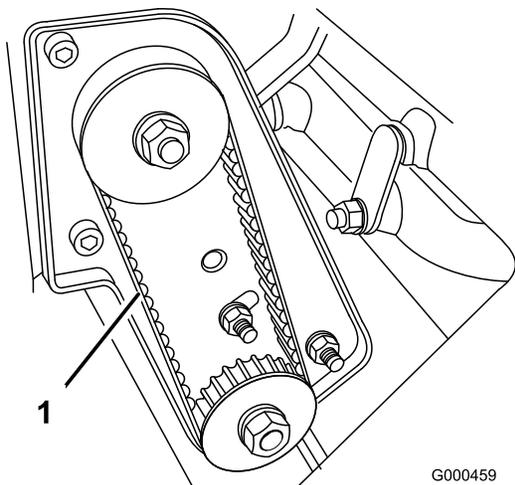

Figure 42
2. Contrôlez la tension de la courroie en exerçant une force de $1,8 \pm 0,5$ kg à mi-distance entre les poulies (Figure 42). La courroie doit présenter une flèche de 4,8 à 7,9 mm. Si ce n'est pas le cas, passez à l'étape suivante.